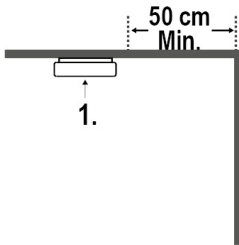

Figur 1.
3. Monter beslaget. Se figur 1. til montering af det til loftet.